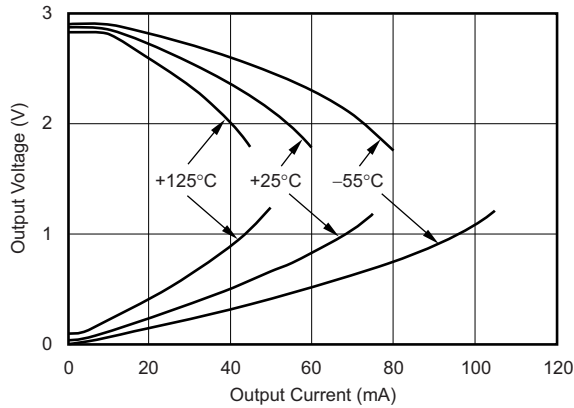
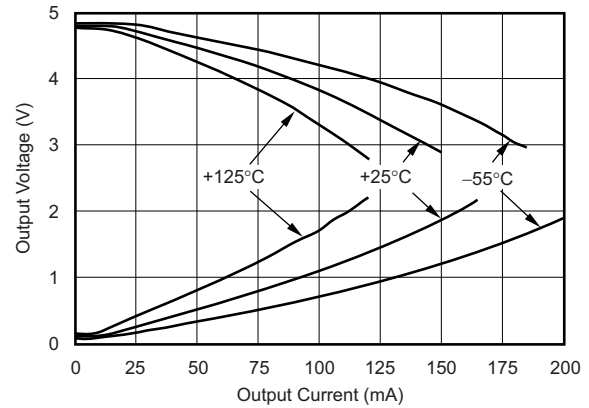
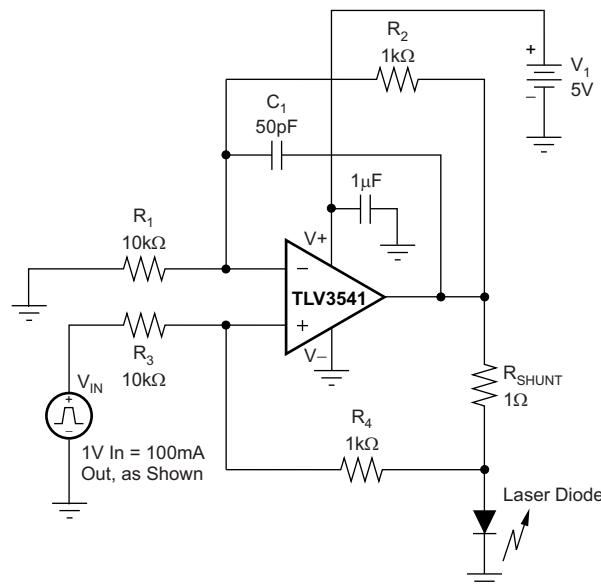
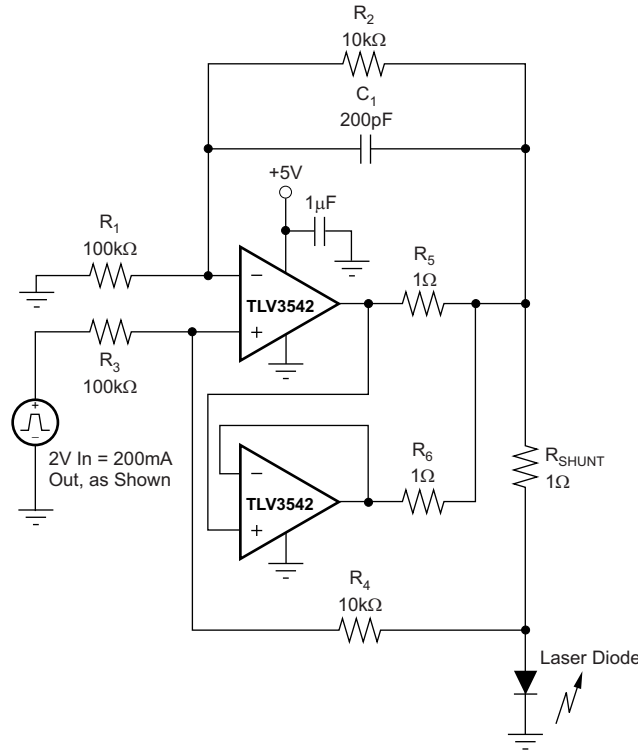

图 13.
图 14.
图 20. 激光二极管驱动器
图 21. 并行运行
(1) 请参阅有关输出电压摆幅与输出电流间的关系 (图 13 和 图 14) 的典型特性曲线。
(2) 根据设计确定。
(3) 在此温度范围内工作将不会损坏部件。不过, 可能出现性能下降。
采用具有共源晶体管的 AB 类输出级来实现轨至轨输出。对于高阻抗负载 ($> 200\Omega$),输出电压摆幅通常在距离电源轨 100mV 范围内。在 10Ω 负载下,可在保持高开环增益的同时实现有用输出摆幅。请参阅有关输出电压摆幅与输出电流间的关系(图 13和图 14)的典型特性曲线。
TLV354x 输出级可提供 $\pm 100mA$ 的持续输出电流,并且在 5V 电源供电的条件下提供大约 2.7V 的输出摆幅,如图 20中所示。为确保最大可靠性,不建议运行超过 $\pm 100mA$ 的持续直流电流。请参阅有关输出电压摆幅与输出电流间的关系(图 13和图 14)的典型特性曲线。如需提供大于 $\pm 100mA$ 的持续输出电流,可将 TLV354x 并行运行,如图 21中所示。